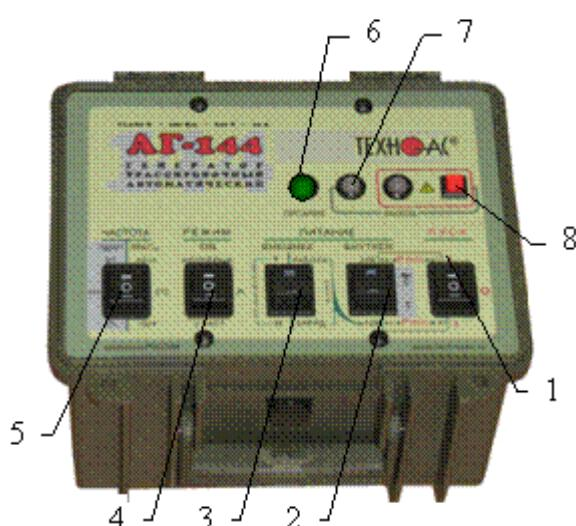

Рис. 19
Включить питание клавишой включения питания поз.1 рис.19 в одно из положений «I», в зависимости от выбранной мощности. При свечении индикатора «Питание» поз.6 желтым цветом следует зарядить внутренние аккумуляторы, свечение зеленым цветом - можно приступать к работе.
- 1) Открыть крышку. Выбрать переключателем «ЧАСТОТА» поз. 5 рис.19 необходимую частоту синусоидальной генерации (512 / 1024 / 8928Гц).
- 2) Выбрать переключателем «РЕЖИМ SIN» поз. 4 рис.19 необходимый вид синусоидальной генерации (непрерыв /  / Зчаст).
Переключатель поз.3 рис. 19 установить в положение «работа».
Переключателем напряжения внутреннего питания поз.2. рис.19 установить первый коэффициент выбора мощности генерации.
4) Включить питание клавишей включения питания поз.1 рис. 19 в положение соответствующее второму коэффициенту выбора мощности
5) Начнется генерация и автосогласование с постепенным возрастанием напряжения на выходе. Здесь следует наблюдать за цветом индикатора «ВЫХОД» поз.7 рис. 19. Если автосогласование закончилось зеленым свечением – заданная мощность достигнута. Если желтым – сопротивление нагрузки слишком велико для заданной мощности при выходном напряжении ограниченном «по умолчанию» на «безопасном» уровне 24 В.
Для запуска «неограниченного» режима следует включить питание (переключателем «ПУСК») при нажатой красной кнопке «» поз.8 рис.19 и удерживать ее до засвечивания красного индикатора «». Мигание этого индикатора обозначает потенциальную «опасность». Непрерывное свечение обозначает реальное наличие на выходе напряжения $\geq 24V$.
- 1) Выключить питание генератора клавишей включения питания поз.1рис.19, установив ее в положение «0».